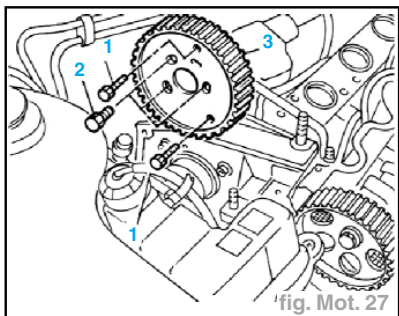

fig. Mot. 27
- Pour bloquer la rotation de la poulie de la pompe d'injection, positionner les deux vis (**1**) dans les trous prévus à cet effet sur la poulie (fig. Mot. 27).